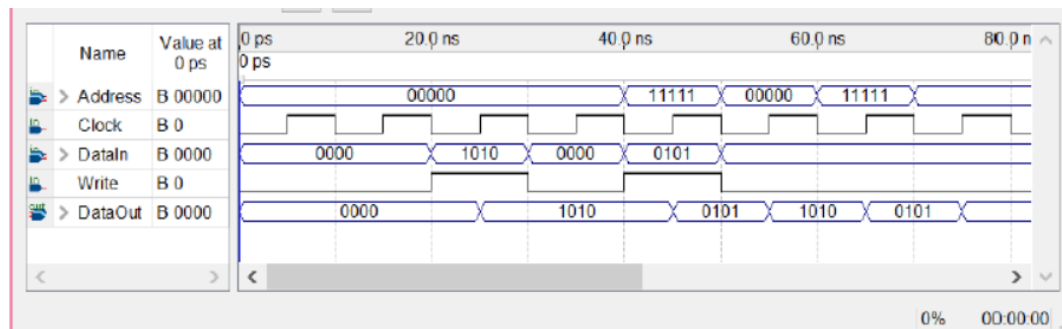

Fig.4: Exemple de simulation
5. Simuler le comportement du circuit et s'assurer de pouvoir lire et écrire des données dans la mémoire. Un exemple de sortie de simulation est donné à la figure 4.